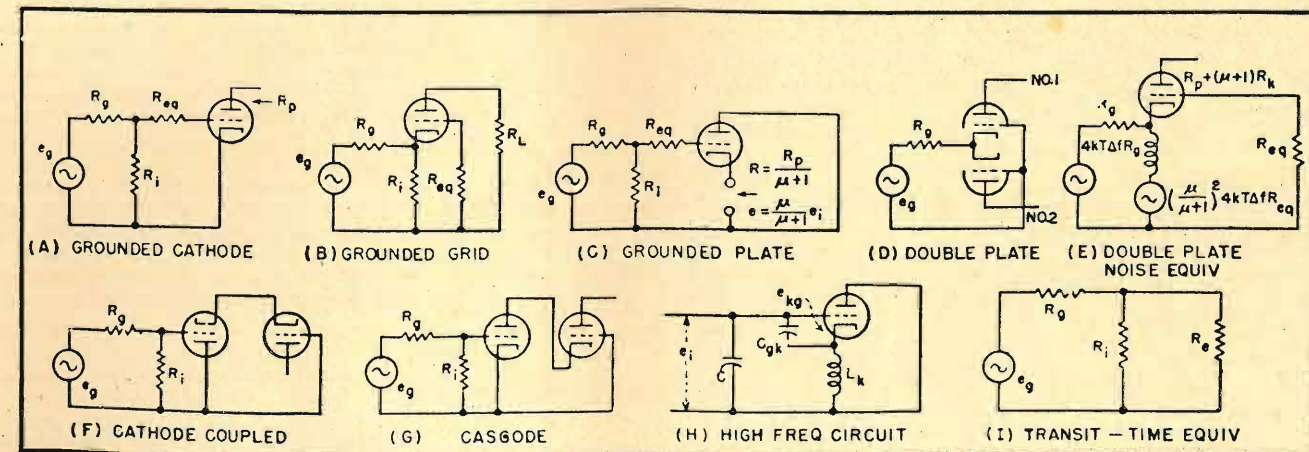

Fig. 1. — Circuiti elementari considerati nel progetto di sintonizzatore a larga banda.
Griglia a massa. — L'amplificatore con griglia a massa di fig. 1 b) è controreazionato alla tensione sviluppata attraverso la impedenza del generatore dovuta alla corrente anodica. La tensione di rumore è espressa da:
**Doppia placca, griglia a massa.** — Prima di procedere alla discussione di altre possibili combinazioni dei tre circuiti fondamentali descritti consideriamo il fattore di rumore del circuito di figura 1 d). Questo circuito offre un facile modo per separare le due bande di televisione. Il catodo comune costituisce l'entrata per tutti i canali, mentre i circuiti anodici li separano. La fig. 1 e) mostra il circuito equivalente al rumore per ogni triodo. I due triodi si suppongono uguali e la loro impedenza anodica si suppone piccola rispetto alla resistenza di placca corrispondente alla frequenza di lavoro.
senta un altro passo nella riduzione del fruscio e nell'aumento del guadagno dell'amplificatore. Il circuito è disegnato in fig. 1 g) assumendo ancora triodi uguali senza resistenza catodica e  $\mu \gg 1$